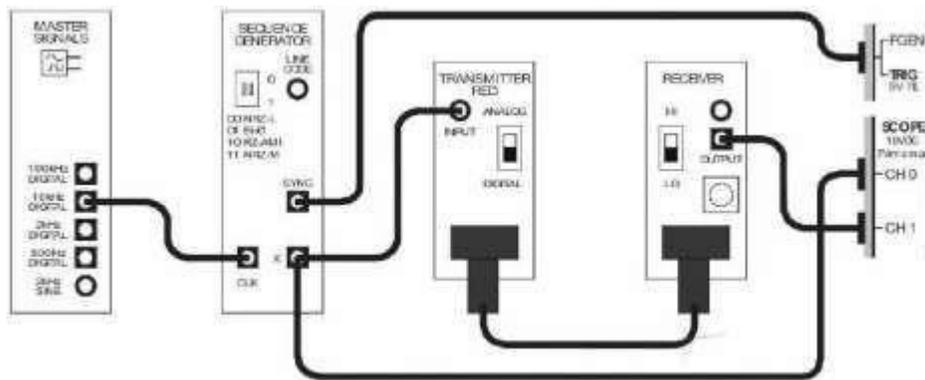

Figura 5.
4. Conectar una señal 10KHz DIGITAL a la entrada CLK del módulo generador de secuencia, la salida X de este módulo conectarla a la entrada del módulo transmisor previamente seleccionado, la salida SYNC del generador de secuencia conectarla a la entrada TRIG del osciloscopio, conectar el receptor y el transmisor con un puente óptico (Figura 5).